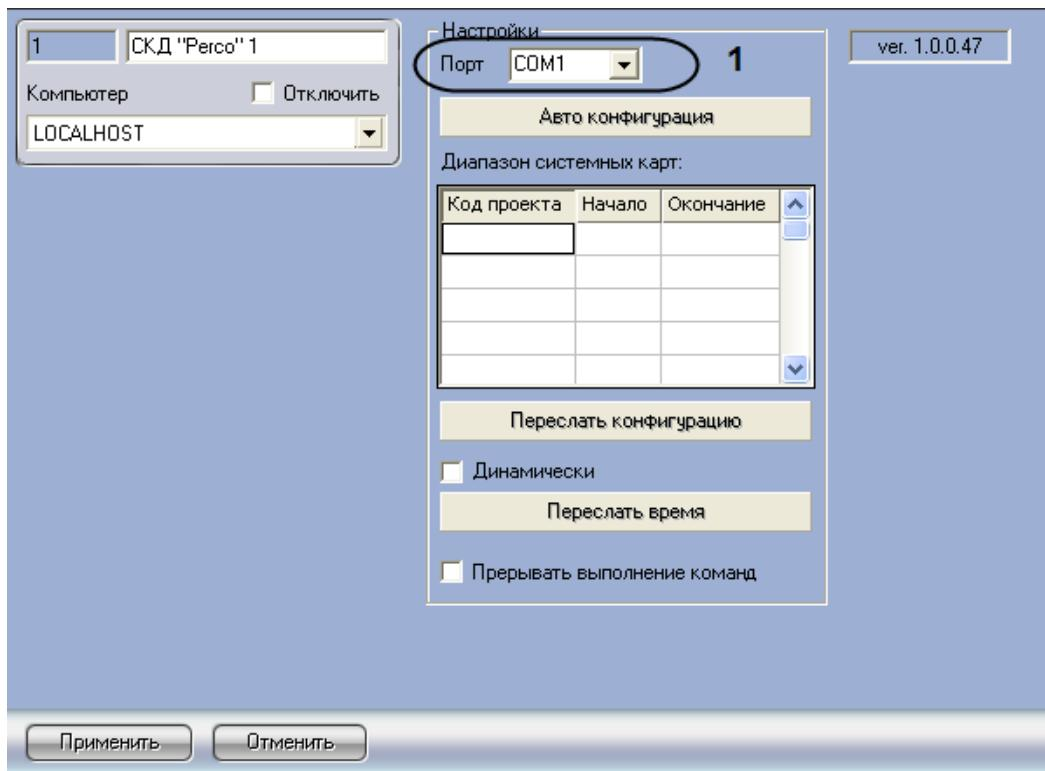

Рис. 3.2—2. Настройка подключения СКД Perco
2. Из раскрывающегося списка **Порт** выбрать СОМ-порт подключения группы контроллеров **СКД Perco** (см. Рис. 3.2—2, 1).